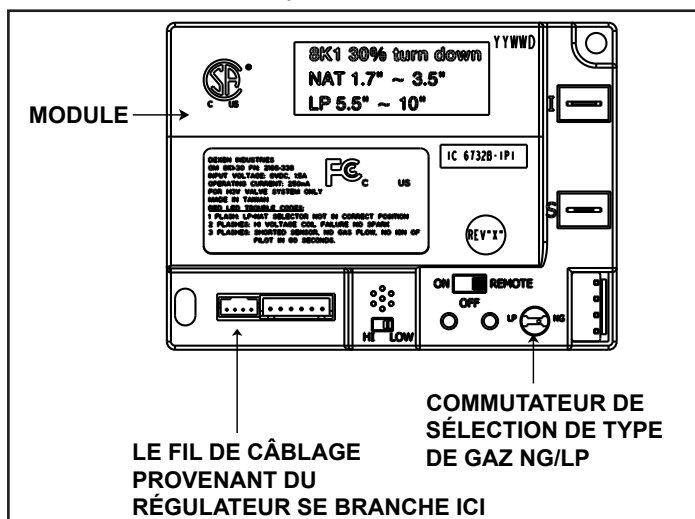

Figure 3.6 Module de commande
1. Le module de commande est équipé d'un commutateur de sélection « ON/OFF/REMOTE » qui doit être réglé. Voir la Figure 3.6.
2. Si un interrupteur câblé est utilisé dans la cavité de contrôle sous le mode « REMOTE », la hauteur des flammes peut être réglée au moyen du commutateur de sélection « HI/LO » du module. Voir la Figure 3.6. Notez que le commutateur de sélection de flamme « HI/LO » sera désactivé une fois la télécommande optionnelle (RC200/RC300) programmée au module de commande. Notez que le module de commande allumera toujours le poêle à « HI » et conservera ce réglage pendant les 10 premières secondes de fonctionnement. Si le commutateur HAUT/BAS (HI/LOW) est sur la position BAS (LO), la hauteur des flammes deviendra automatiquement minimum après 10 secondes. Une fois ces 10 secondes écoulées, la hauteur de la flamme peut être ajustée entre HAUT (HI) et BAS (LOW) au moyen du commutateur.
- Localisez le module du commutateur de sélection. (Voir la figure 3.6.)
- Attendez cinq (5) minutes pour dissiper les gaz.